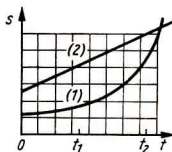

Bild 11
- 2.16 Vergleichen Sie die Momentangeschwindigkeiten bei den im Diagramm (Bild 11) durch die Kurven (1) und (2) dargestellten Bewegungen zu den Zeitpunkten  $t = 0$ ;  $t = t_1$  und  $t = t_2$ .